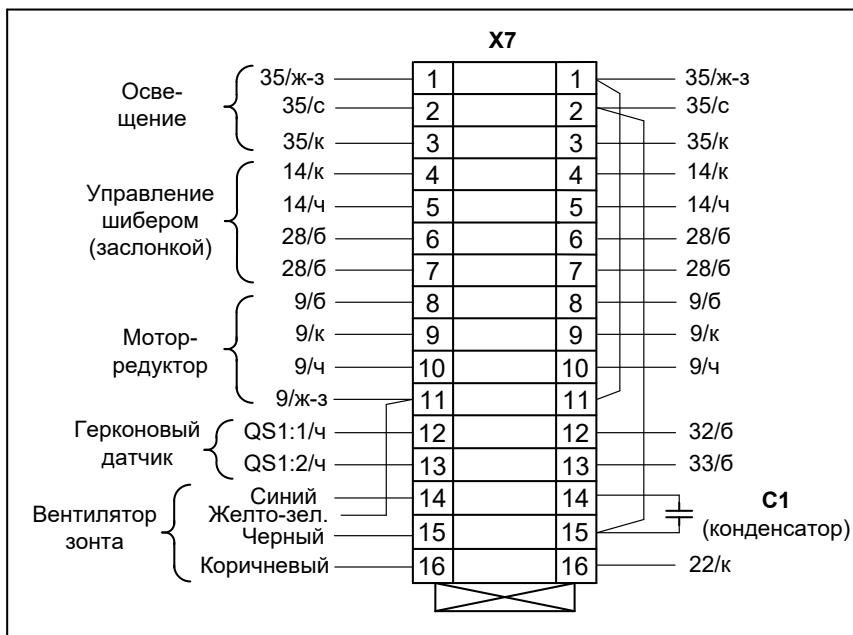

Рис. 4. Схема подключения в клеммной коробке
- Подключить провода освещения 35/к, 35/с и 35/з-ж к клеммным зажимам согласно рис. 4, предварительно пропустить гофр с проводами через гермоввод;
- Подключить провода управления шибером (заслонкой) 14/к, 14/ч, 28/б и 28/б к клеммным зажимам согласно рис. 4, предварительно пропустить гофр с проводами через гермоввод;
- Подключить провода мотор-редуктора 9/б, 9/к, 9/ч и 9/ж-з к клеммным зажимам согласно рис. 4, предварительно пропустить гофр с проводами через гермоввод;
- Подключить провода датчика геркона OS1:1/ч и OS1:2/ч к клеммным зажимам согласно рис. 4, предварительно пропустить гофр с проводами через гермоввод;
- Подключить провода вентилятора зонта к клеммным зажимам согласно рис. 4, предварительно пропустить шнур с проводами через сальник;